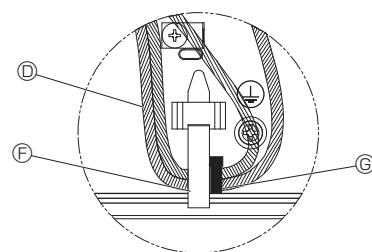

Fig. 5-10
- 5.İsteğe bağlı bağlantı kablosuna, İletim kablosuna ve Uzaktan kumanda ünitesi kablosuna bant takın ve gerilmeye karşı önlem alın. (Fig. 5-10)
- (A) Elektrikli aksam kapağı
- (B) Elektrikli aksam kutusu
- (C) İç kontrolör
- (D) İsteğe bağlı VALF KİTİ bağlantı kablosu
- (E) Çengeller
- (F) Kablo kelepçesi
- (G) Küçük bant (isteğe bağlı VALF KİTİ ile birlikte verilir)